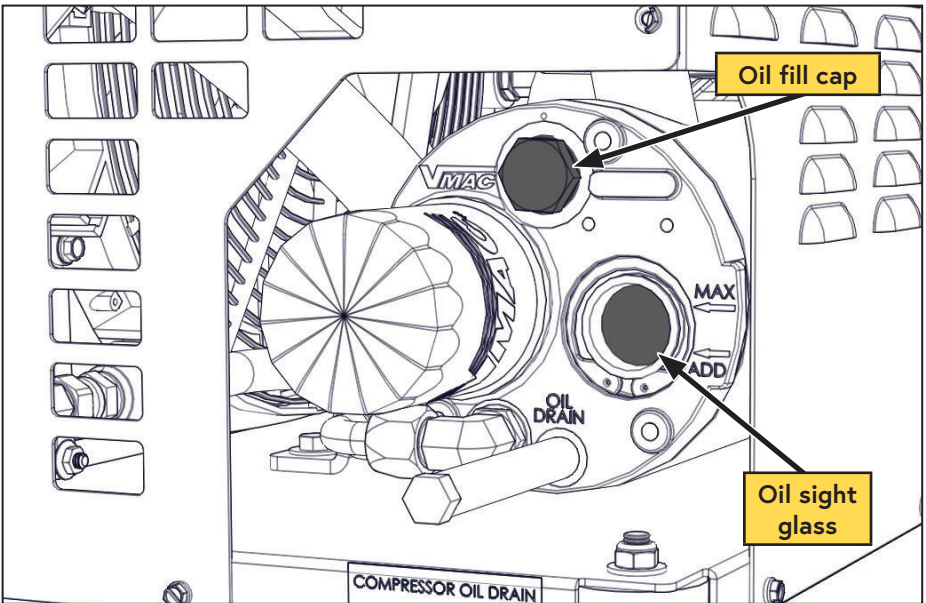

Figure 38 — Oil fill
- Remove the Oil fill cap (Figure 38).